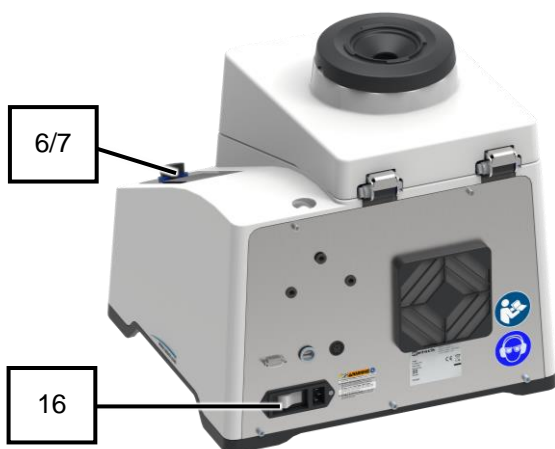

Рис. 10: включение прибора
2. Включите прибор с помощью главного выключателя (16) с задней стороны прибора (Рис. 10).